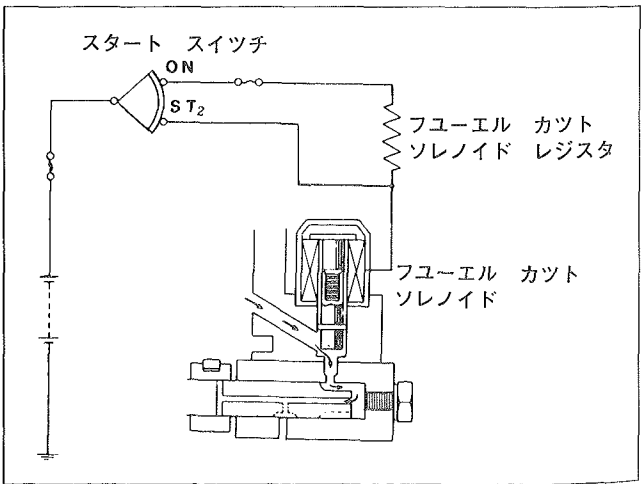

図4-248 K-(LS, LX)系のエンジン停止回路図
1. LS, LXの場合は、スタート スイッチのST₂回路に不具合がある。(図4-248)
- (3) スタート スイッチをOFFにしたとき、ソレノイド端子とアース間の電圧は0Vであること。
- (4) フューエル カット ソレノイドへのコネクタをはずし、ソレノイド端子とボデー間の抵抗を測定する。